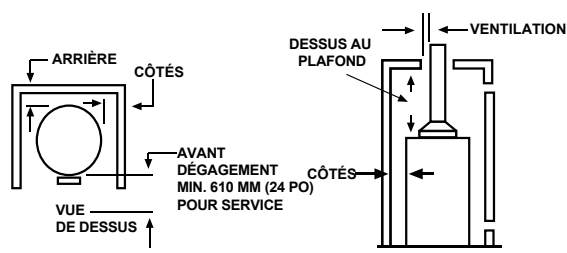

FIGURE 4.
- La Figure 4 peut servir de guide pour déterminer les différents dégagements prescrits. Il faut prévoir un dégagement minimal de 61 cm (24 po) devant le chauffe-eau aux fins d'inspection et d'entretien.